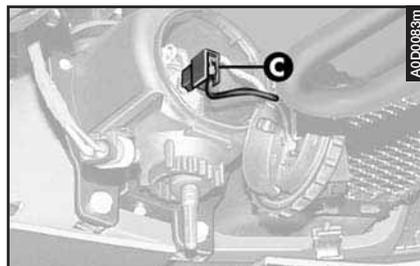

fig. 51
– Sfilare il connettore (**C-fig. 51**) dalla lampada.